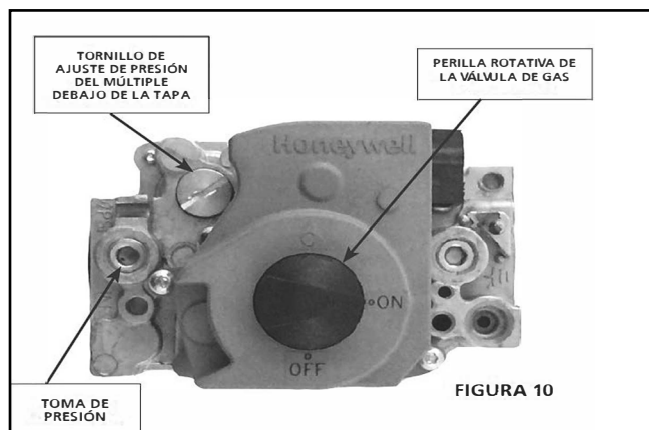

Figura 9. Vista superior del control de gas de capacidad estándar
- Remueva el tornillo de la tapa del ajuste del piloto. Consulte a la Figura 9.